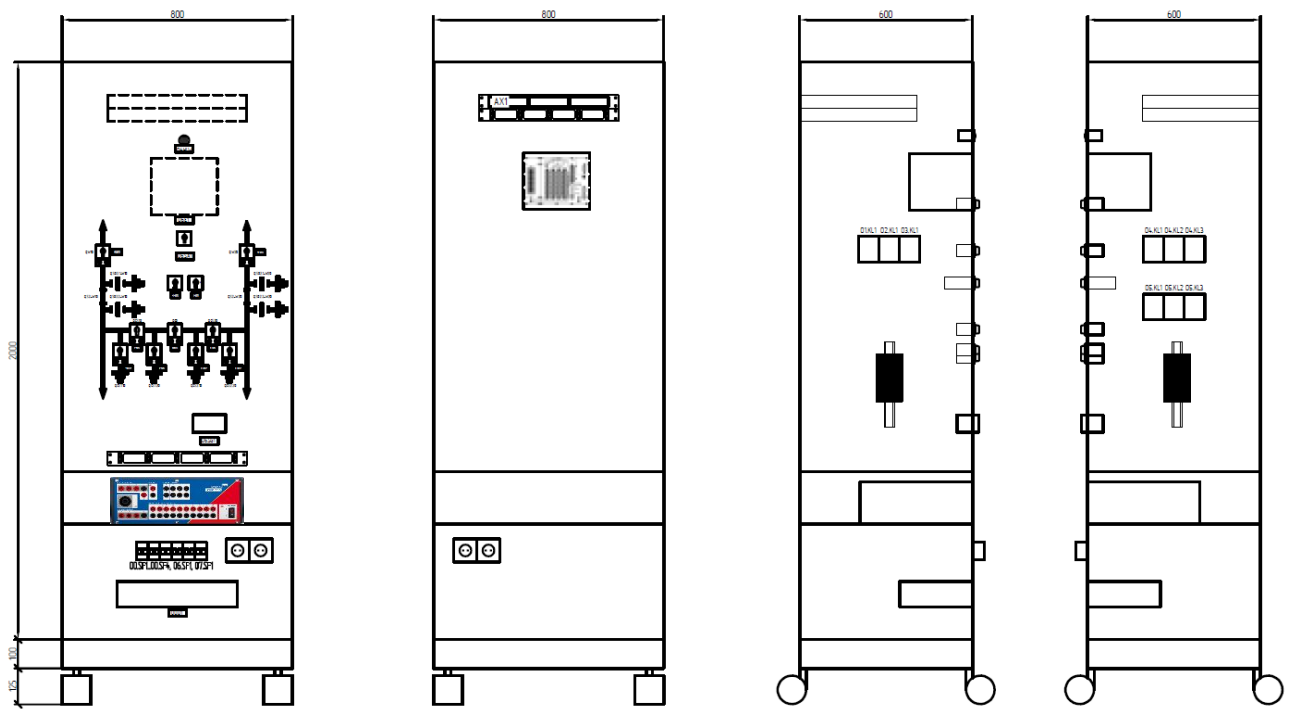

Рисунок 9. Панель физической модели присоединений 6-35 кВ.
- Панель физической модели присоединений 6-35 кВ (рис. 9).